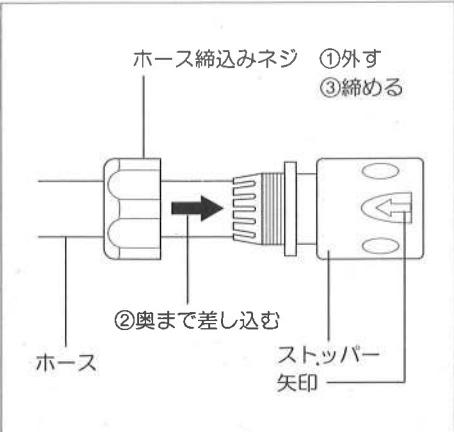

図5
- 給水ホース(市販品)に、付属のワンタッチコネクタを取付けます。(図5参照)
① 付属品ワンタッチコネクタのホース締込みネジを左に回して外し、給水ホース(市販品)に通します。
② ワンタッチコネクタに給水ホース(市販品)を差込みます。
③ ホース締込みネジをワンタッチコネクタのネジに合せて締付けてください。